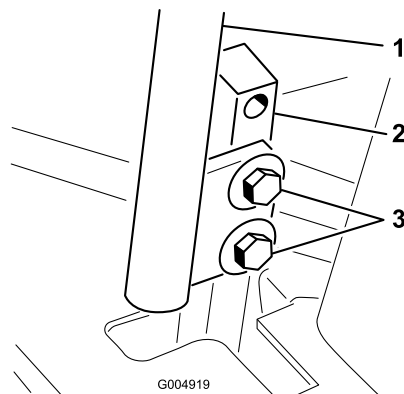

Figure 66
- Desserrez les boulons de fixation des leviers de commande (Figure 66).